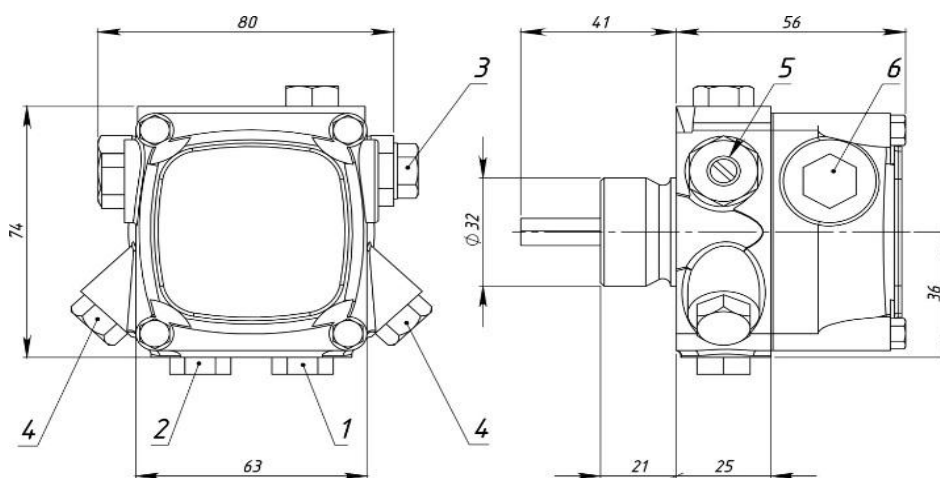

Рис. 2.
Топливный насос (Рис. 2) включает в себя корпус, в котором размещены ведущий вал с
Принцип работы топливного насоса заключается в следующем (Рис. 2): топливо через отверстие всасывания 1 и фильтр поступает к шестеренной паре, с помощью которой топливо через отверстие 3 попадает в подогреватель топлива Горелки. Блок топливный насос - электродвигатель с должны находиться непосредственно над топливным баком Рис.4. Регулировка давления нагнетания производится путем измерения степени сжатия пружины поршня с помощью винта регулятора давления 5.
- присоединить плавающий топливозаборник (в составе: топливный шланг 2 м, обратный клапан, сетчатый фильтр, поплавок) к штуцеру всасывания топливного насоса (Рис.2 поз.1) и обжать хомутом. При опускании в топливный бак топливозаборник должен быть на 100-200 мм выше дна бака. Если топливозаборник слишком длинный отрежьте его. **Внимание удлинять шланг топливозаборника запрещено.**